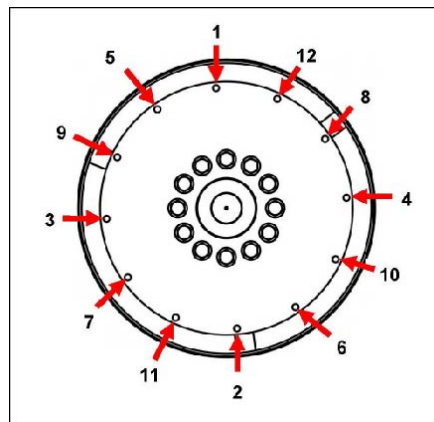

图 15. 固定顺序
10. 拆下校准销。使用头下方的大尺寸垫圈，安装耦合螺栓。按照所示顺序拧紧螺栓以将耦合盘固定到飞轮上。 图 15 位于页面 目录 26。